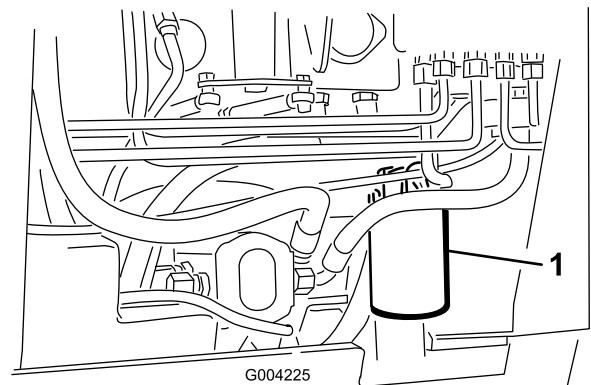

Figura 57
4. Coloque un recipiente debajo del filtro (Figura 57).
5. Retire el filtro usado (Figura 57) y limpie con un paño la superficie de la junta del adaptador del filtro.
7. Instale el filtro hidráulico nuevo en el adaptador del filtro (Figura 57). Apriete el filtro en el sentido de las agujas del reloj hasta que la junta de goma entre en contacto con el adaptador del filtro, luego apriete el filtro 3/4 de vuelta más.